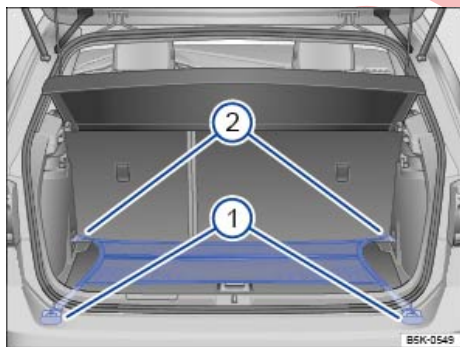

Fig. 138 En el maletero: bolsa de red enganchada a ras del piso.
- Dado el caso, levante las argollas de amarre delanteras ⇒ fig. 138 ①.
- Fije los ganchos de la bolsa en las argollas de amarre ② ⇒ ⚠. La cremallera de la bolsa tiene que quedar hacia arriba.
- Fije los ganchos de la bolsa en las argollas de amarre ①.